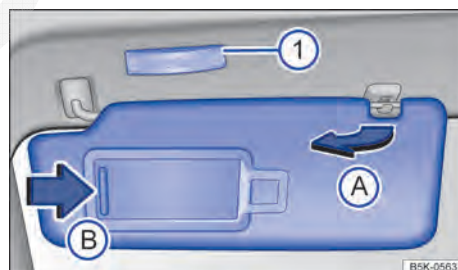

Fig. 110 No revestimento do teto dianteiro: para-sol. ▶
- Retirar do suporte e virar na direção das portas → Fig. 110 A).